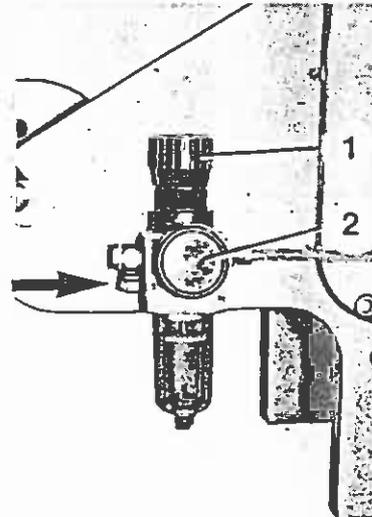

Bild 13
2. Bei Maschinen mit Blaseinrichtung Druckluftleitung an den Anschluß (Bild 13/Pfeil) des Druckminderers anschließen.
3. Nachdem die Druckluftleitung unter Druck gesetzt ist, durch Drehen des Handrads (Bild 13/1) einen Druck von 1,5 bar einstellen. Druck am Manometer (Bild 13/2) ablesen. Anschließend pneumatische Leitungen auf Dichtheit prüfen.